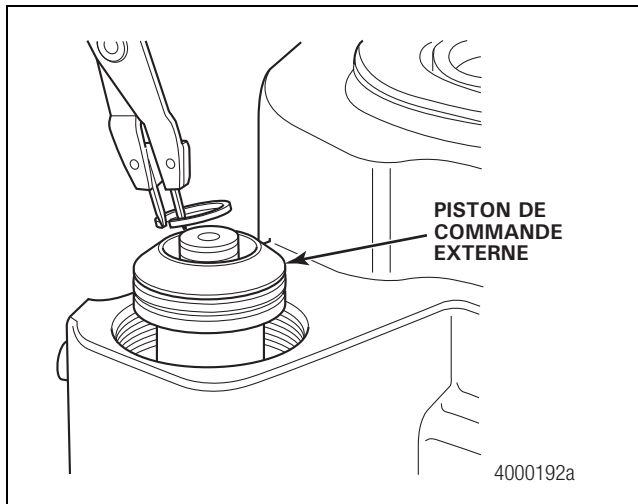

Figure 6.30
4. Poser l'anneau élastique du piston de commande externe sur l'axe de commande. Figure 6.30.